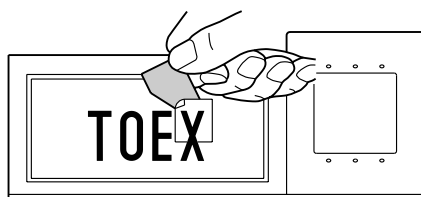

図4-4
- ④ 裏紙をはがし、ネームシールがインターホンスタンドBからはがれないようにしっかり貼り付けてから、センターラインと水平ラインを消してください。(図4-4参照)